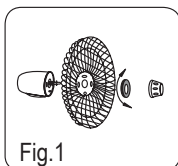

Fig.1
2. Usuń pokrętło i plastikową nakrętkę obracając pokrętło zgodnie z ruchem wskazówek zegara (lub wyjmij pokrętło z torebki przy pierwszym montażu) i przekręć plastikową nakrętkę przeciwnie do ruchu wskazówek zegara. Ustaw tylną osłonę ochronną w odpowiedniej pozycji (uchwyt do góry) i dokręć plastikową nakrętkę. (Rys.1)